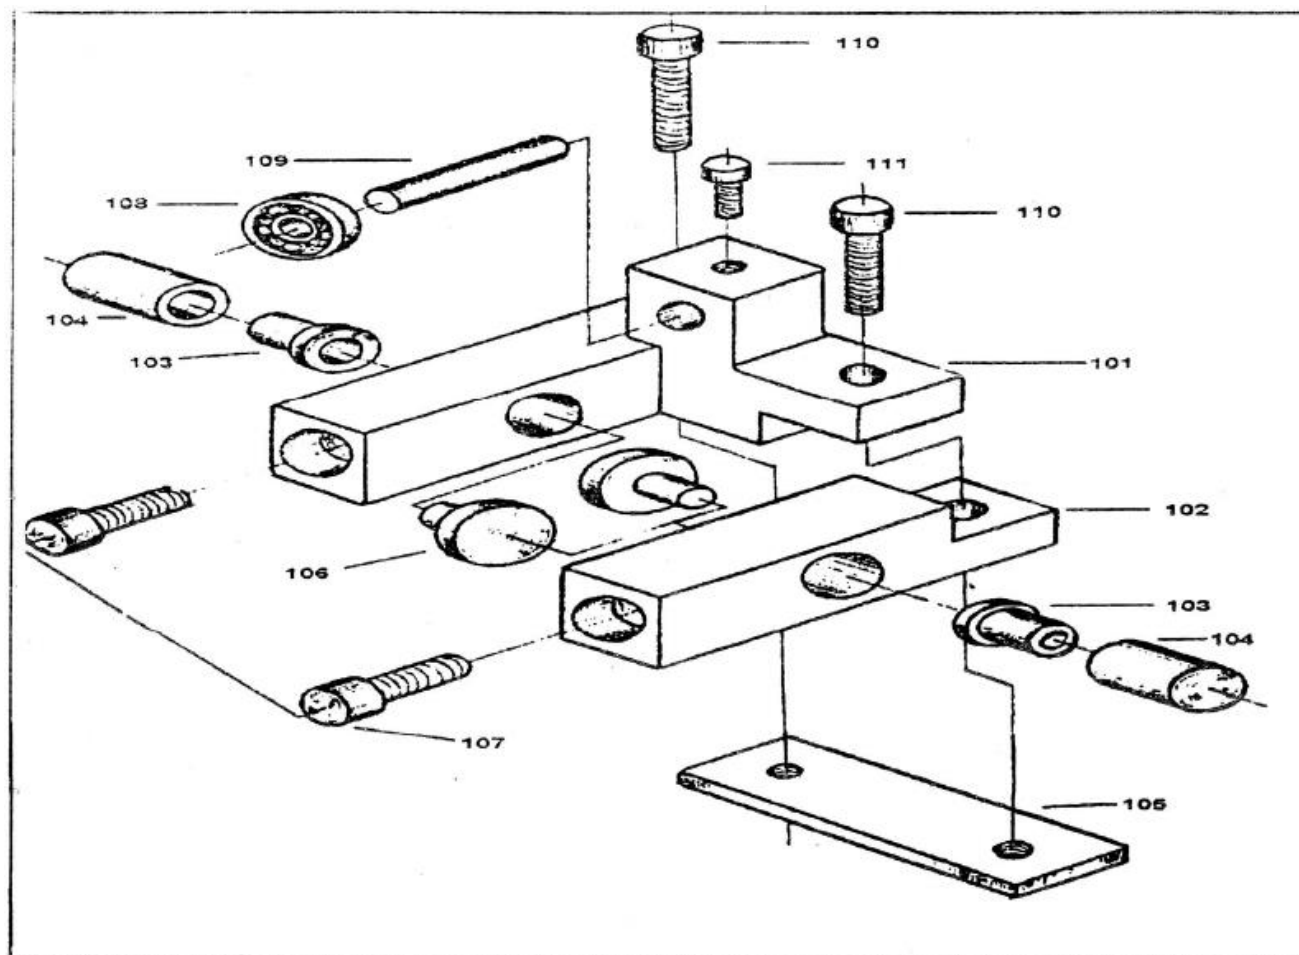

Рис. 8
1. Часть нижней направляющей полотна крепится к опоре нижнего маховика двумя болтами. При необходимости смены полотна или его регулировки ослабить винт М6 х 12 (поз. 107) **Рис. 8** и сдвигать брус наконечника направляющей до тех пор, пока он не окажется за впадиной зубьев полотна, при этом упорный подшипник также следует повторно отрегулировать. Наконечник направляющей должен быть на расстоянии 0,08 мм от боковой поверхности полотна – это примерно толщина листа бумаги. Отрегулировать противоположную сторону наконечника направляющей.